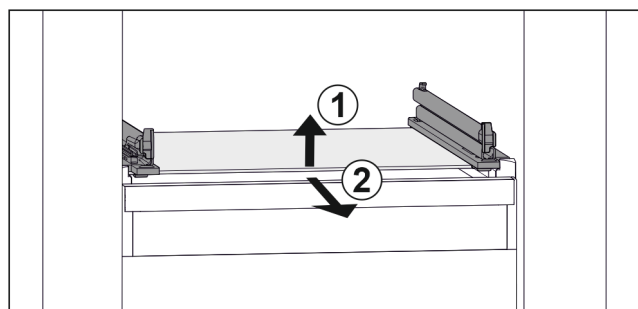

Fig. 34 Exemple de représentation de la tablette en verre
- ▶ Soulever la tablette en verre par l'avant. Fig. 34 (1)
- ▶ Retirer la tablette en verre par l'avant. Fig. 34 (2)